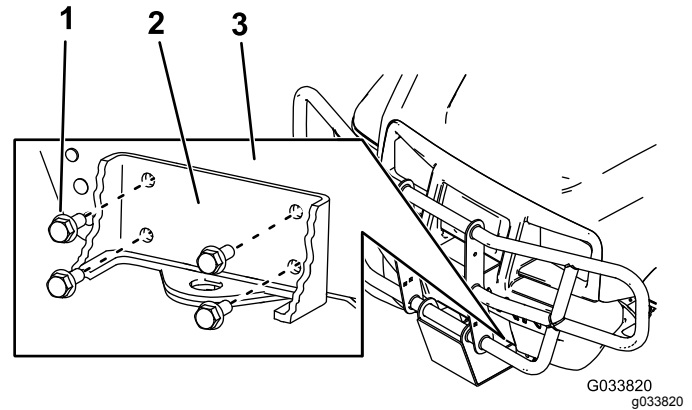
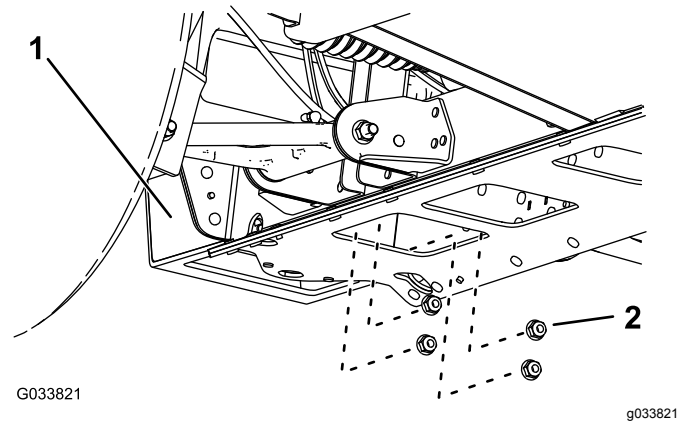

Figura 4
Figura 5
6. Sujete la defensa delantera al soporte de montaje del parachoques con 4 pernos (5/16" x 3/4") y 4 tuercas (5/16"), como se muestra en la Figura 4 y la Figura 5.